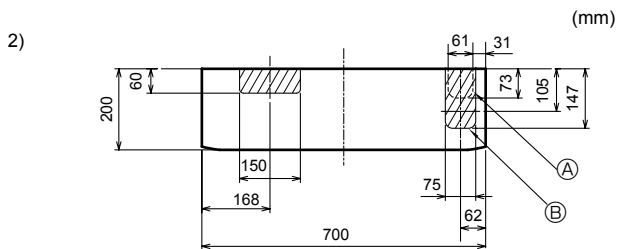

Fig. 3-8
2) Voor pijpen rechts naar beneden of links naar beneden (Fig. 3-8) (Fig. 3-8)